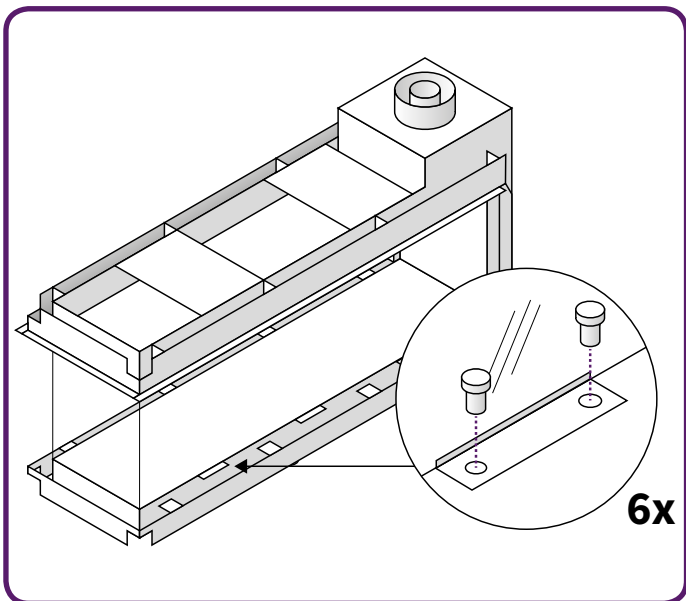

Figure 10.11 - Remove glass clamps
- Lösen Sie die Klemmen, die das Glas halten. (Siehe **Abbildung 10.11**)